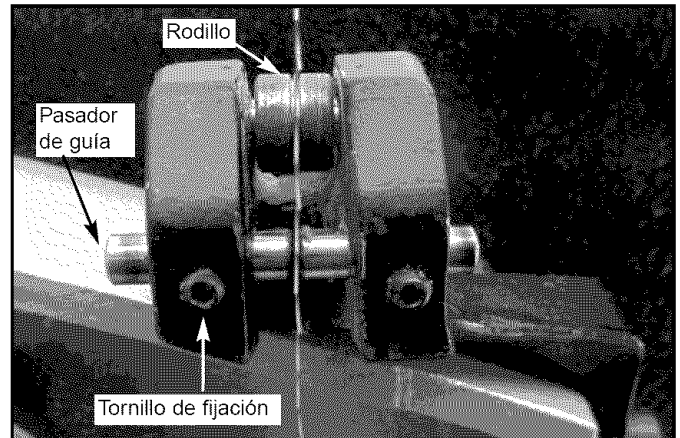

**Figura 9 – Guía Superior de la Hoja**
- Ajuste la altura de la guía superior para que quede a 1/4" de la pieza de trabajo. Afloje la manilla de la guía superior (vea la Figura 9) y ajuste la altura de la guía superior hasta que quede a 1/4" de la pieza de trabajo. Apriete la manilla de la guía superior.